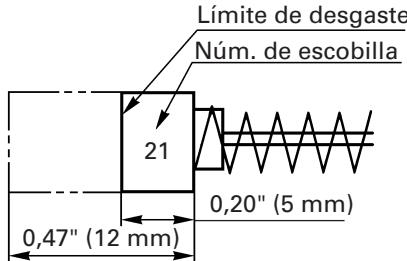

Fig. 10
4. Inspeccionar los escobillas de carbón (Fig. 10)
NOTA: Utilice las escobillas HITACHI Núm. 21 indicadas en la Fig. 10.